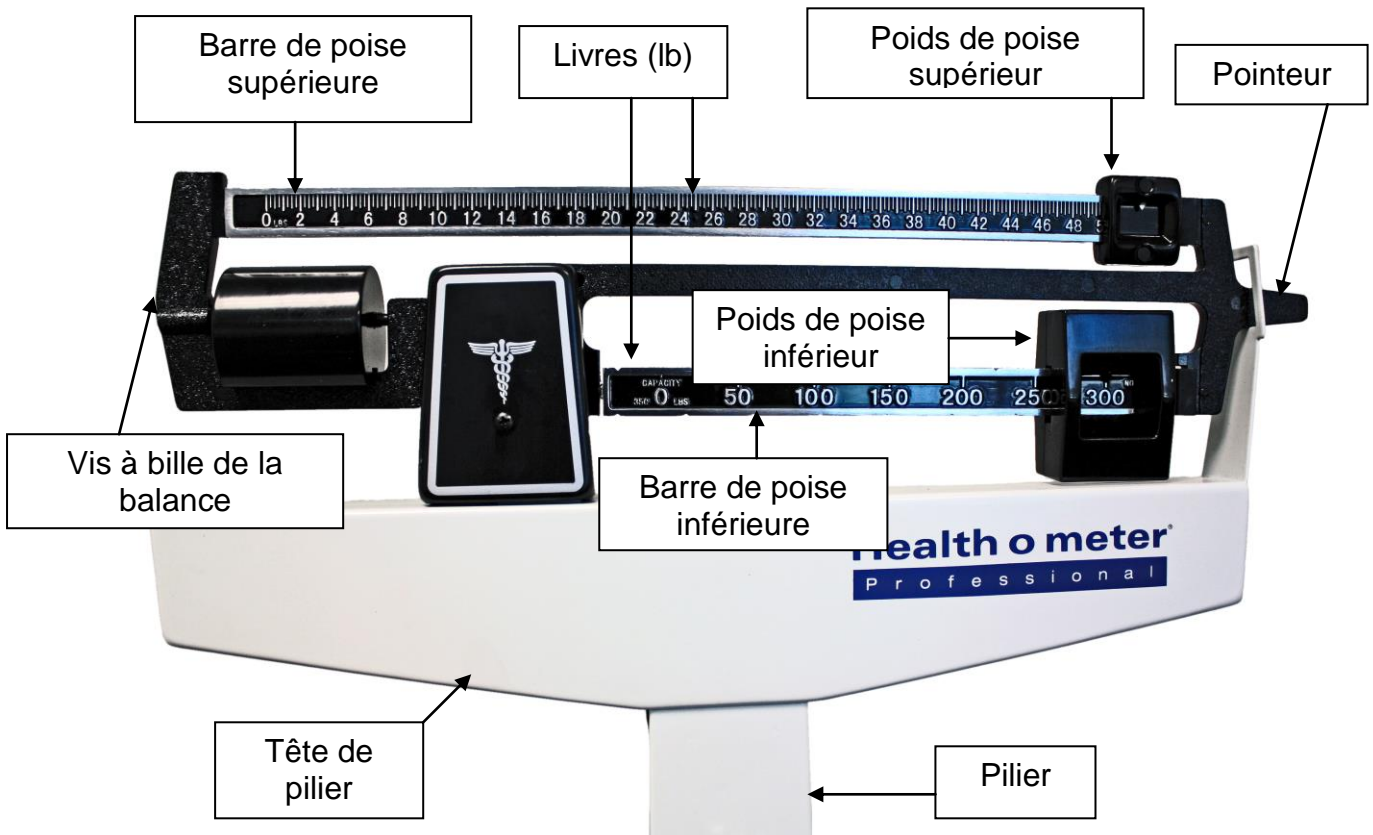
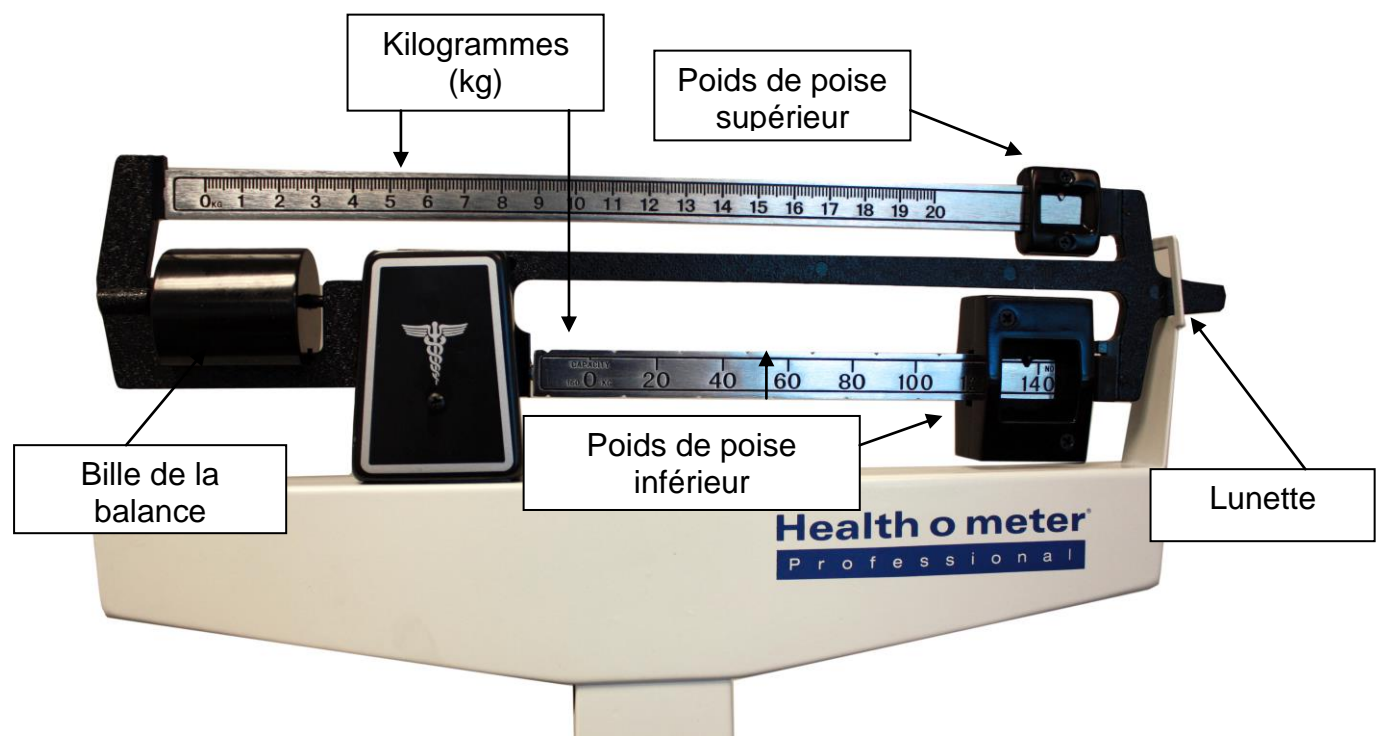

Figure 11
Figure 12
Instructions pour le pesage (voir les figures 11 – 14 aux pages 14 et 15)
6. Pour faciliter l'identification, livres (lb) ont graduations d'argent sur un fond noir, situé sur un côté de la barre d'équilibre (voir Figure 11 à la page 14); kilogrammes (kg) ont graduations noires sur fond d'argent, situé de l'autre côté de la barre d'équilibre. (voir Figure 12 à la page 14)